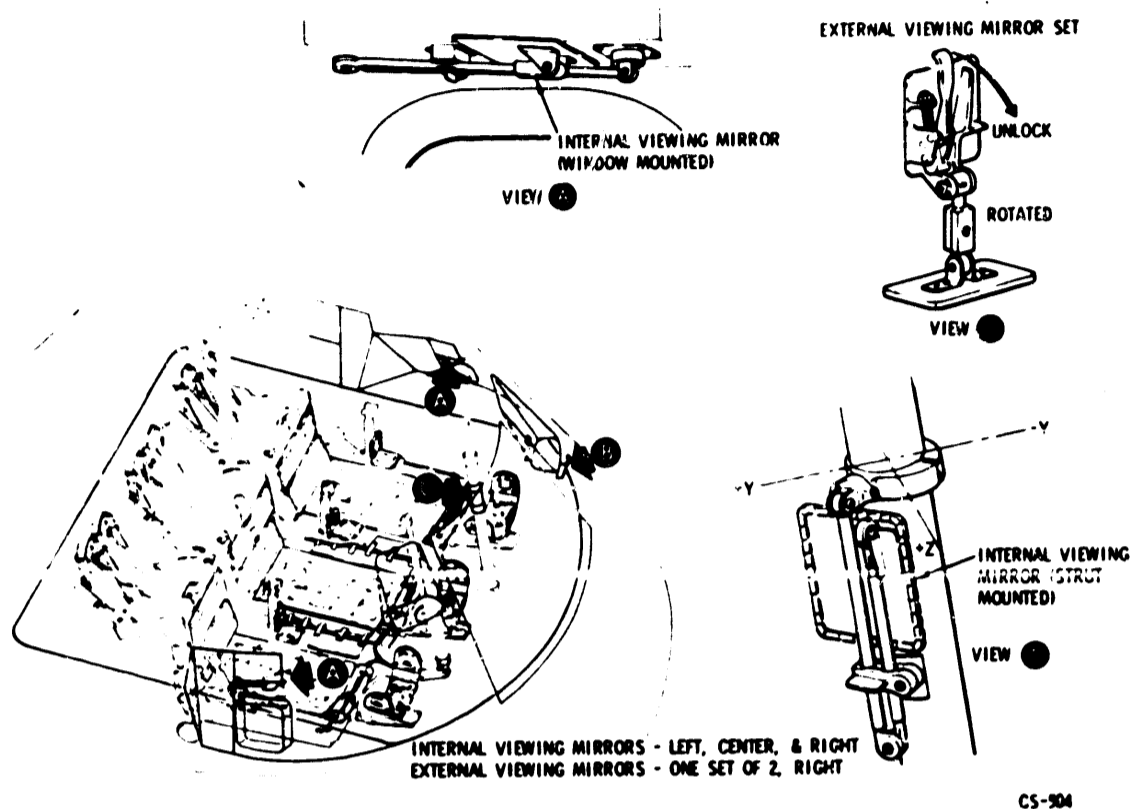

Figure 2.12-19. CM Mirrors
2.12.4.1.2 Mirrors (Figure 2.12-19).